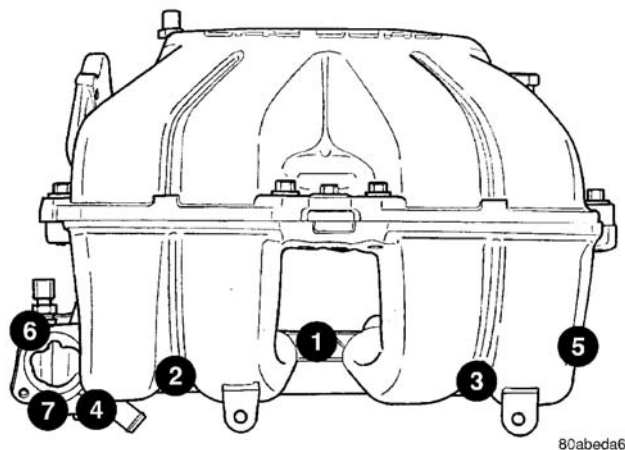

图 110 下进气歧管紧固顺序
（11）卸打下进气歧管扣件（图 110）。从发动机卸下歧管。
(1) 在气缸盖上置定一个新的垫片和安装下歧管。
(2) 按（图 110）所示的顺序安装和紧固进气歧管扣件至 28N • m(250in.lbs.)。重复程序直至所有的螺栓都达到所规定的扭矩。